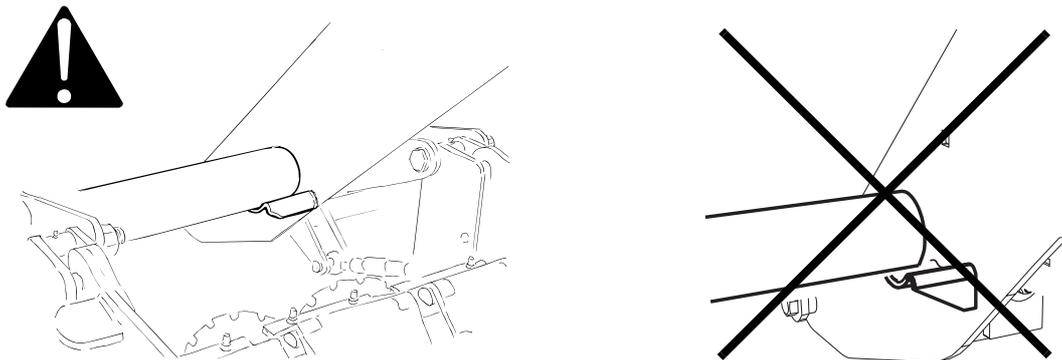

Рисунок 2.8
- ! Во время осторожного перевода машины в рабочее положение, убедитесь в том, что специальные кронштейны боковых секций находятся в пазах дышла. Смотрите “Рисунок 2.8”.